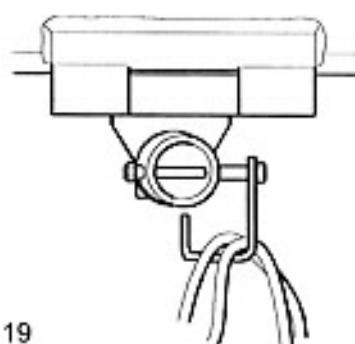

Bild 19 / Fig. 19
- ⇒ Hang both heating plate extension leads on the cable suspension located at the locking bolt (fig.19).
- ⇒ Suspendre les deux rallonges pour plaques chauffantes à la suspension des câbles fixée au boulon de fixation. (fig.19).
⇒ Beide Heizplatten-Verlängerungskabel in Kabel-Einhängung an der Sicherungsschraube einhängen (Bild 19).